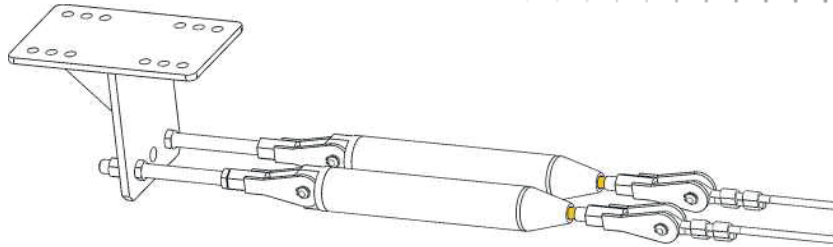

**Рисунок 9**
**п.п.4.17** Вставить коуш обжатого конца троса НС 1001 в вилку амортизатора НС 1008 и соединить их при помощи оси, проверить надёжность фиксации стопорной шайбы [рисунок 9].